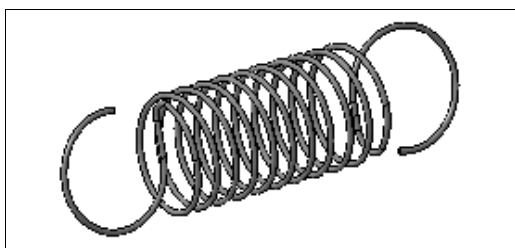

Рис. 21.32. Цилиндрическая пружина с зацепами
- ♦ вызовите команду **Кинематическая операция** и в Дереве модели выделите элемент **Эскиз 5** (сечение) и элементы **Эскиз 3** и **Эскиз 4** (траектория). Нажмите кнопку **Создать объект**, и система построит зацеп пружины. Самостоятельно постройте зацеп с другой стороны. У вас должно получиться, как на рис. 21.32.